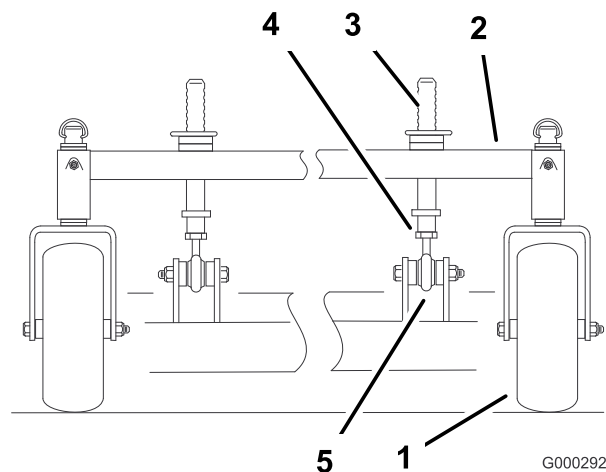

Figura 59
Per sollevare la parte anteriore del piatto di taglio, allentate il controdado e ruotate in senso orario il perno anteriore (Figura 59).
Per abbassare la parte anteriore del piatto di taglio, allentate il controdado e ruotate in senso antiorario il perno anteriore (Figura 59).
2. Misurate ai punti **C** e **D** (Figura 59) da una superficie piana fino al tagliente delle lame.
4. Serrate i controdadi (Figura 59).
Per modificare l'inclinazione longitudinale, possono essere regolate le postazioni di altezza di taglio anteriori (Figura 59).